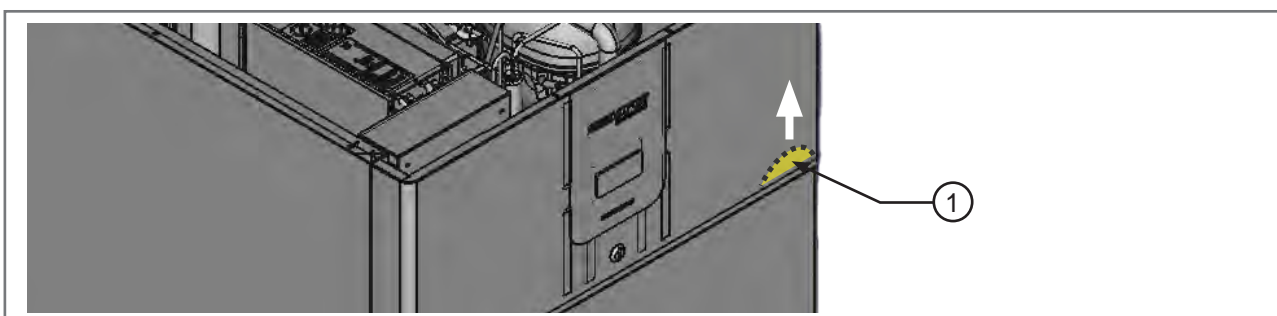

Fig 3.18 - Point de levage
- Soulever délicatement le panneau de quelques millimètres à l'endroit indiqué sur la figure (1 - Fig. 3.18) et le maintenir soulevé jusqu'à ce que la porte soit complètement retirée (voir action suivante).